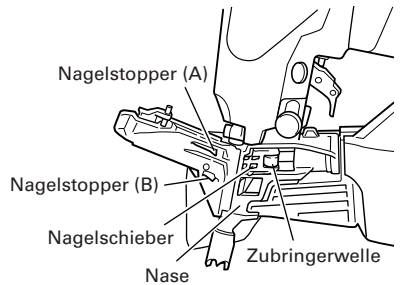

Abb. 18
- (2) Öffnen Sie die Nagelführung und entfernen Sie Staub usw. wie in Abb. 18 gezeigt. Tragen Sie Schmiermittel auf die Gleitnut von Zubringer und Zubringerwelle auf. Schieben Sie Nagelstopper (A) und Nagelstopper (B) mit dem Finger, um glattes Gleiten zu überprüfen.